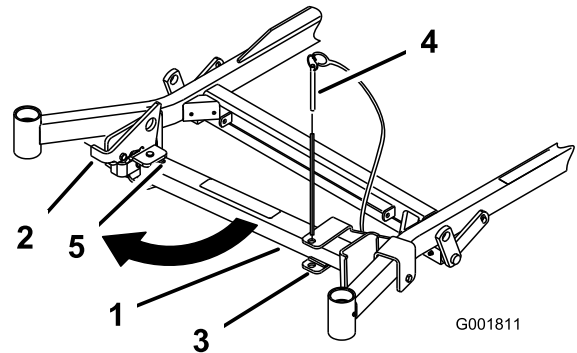
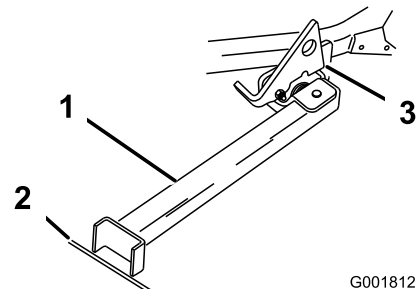

Bild 24
Bild 25
2. Nehmen Sie den Halterungsstift ab (Bild 24).
3. Heben Sie den Riegel an. Drehen Sie den Ständerfuß nach vorne heraus und schieben Sie den Ständer zur Maschine in den unteren Schlitz (Bild 24 und Bild 25).
4. Stellen Sie den Fuß auf den Boden und lassen Sie den Riegel auf der Drehlasche aufliegen (Bild 25).
- Hinweis:** Stellen Sie den Ständerfuß am besten in Risse auf Gehwegen oder in der Rasenfläche (Bild 25).
6. Fahren Sie auf den Stand auf. Halten Sie an, wenn der Riegel über die Lasche in die arretierte Stellung einrastet (Bild 25). Stellen Sie nach dem Auffahren auf den Stand die Feststellbremse fest und stellen Sie den Motor aus.
5. Stellen Sie den Ständer wieder in die Ruhestellung (Bild 24).